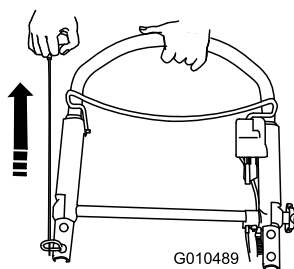

Рисунок 22
4. Потяните пусковую рукоятку механического стартера (Рисунок 22).